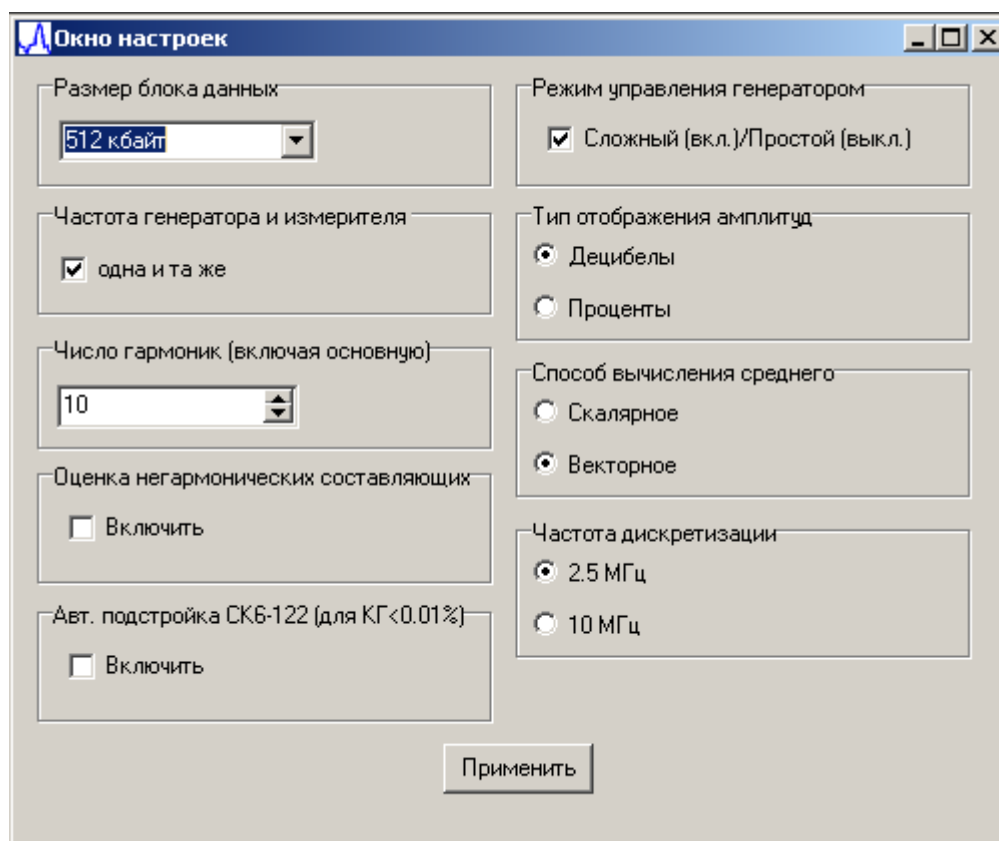
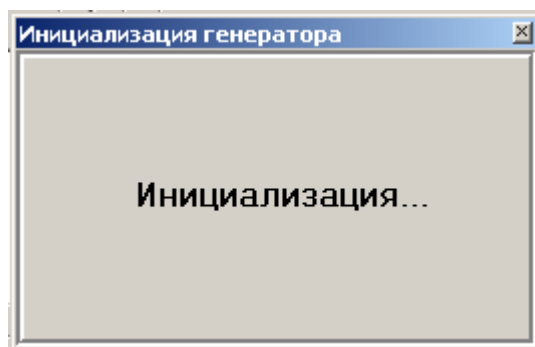

Рисунок 4. Окно настроек
Рисунок 19. Окно инициализации генератора-калибратора СК6-122
5.2.1.1 Подменю «Параметры» открывает окно настроек (см. рисунок 4) со следующими строками ввода и флажками:
туды, Кг. В течение этого времени будет отображаться окно (см. рисунок 19). После этого на выходе генератора-калибратора СК6-122 будет установлен сигнал в соответствии с входными параметрами. В случае, если значение Кг меньше 0.01% и установлен флажок «Авт. подстройка СК6-122 (для КГ<0.01%)» (см. рисунок 4), будет произведена серия подстроечных измерений для уточнения параметров выходного сигнала и учета дополнительных паразитных искажений (см. описание окна настроек), и после этого установлен сигнал с требуемыми параметрами.